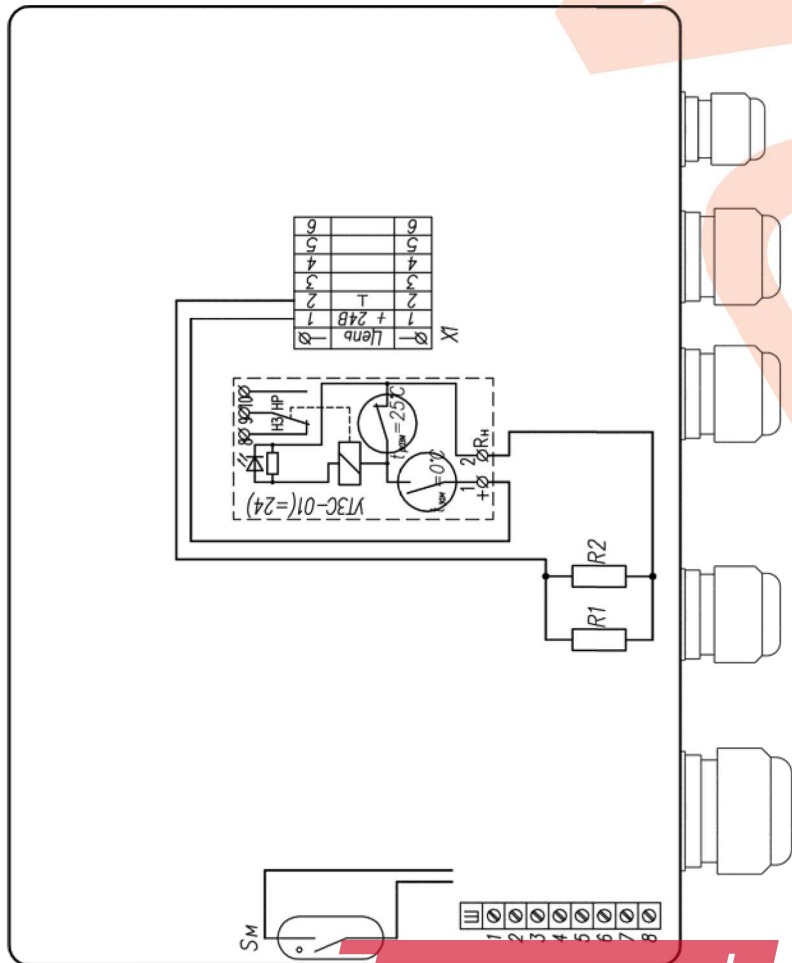
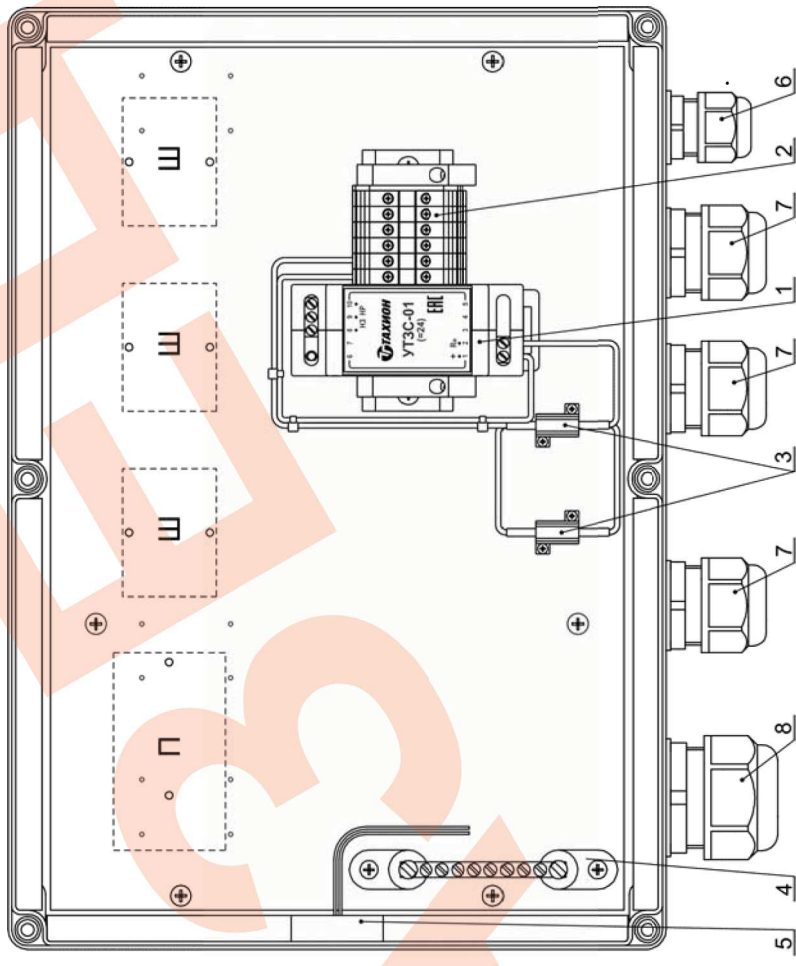

Рис.2 Схема электрическая принципиальная
Рис.1 Устройство КМГО-24-2-5 (крышка не показана)
В состав изделия входят (см. рис. 1 и рис.2):
Подключение цепей изделия производится в соответствии со схемой электрической принципиальной рис.2. Для подключения необходимо:
1. Заземлить любой свободный контакт шины заземления Ш (поз.4 рис.1).
3. Подключить магнитокоактный извещатель Sm (поз.5 рис.1) к внешнему устройству сигнализации.